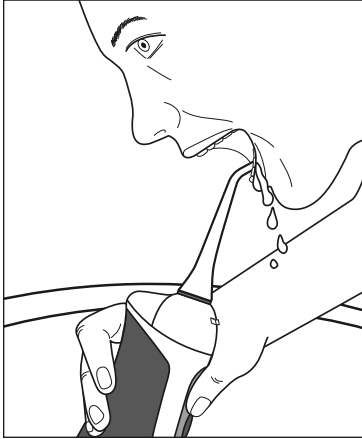

Fig. 1
- 4) Introdúzcase el accesorio **2** en la boca para evitar las salpicaduras de agua. Inclínese hacia el lavabo y mantenga la pieza manual **5** en una posición lo más recta posible (consulte la fig. 1). La boquilla **1** del accesorio **2** está orientada hacia los dientes/espacios interdentes.